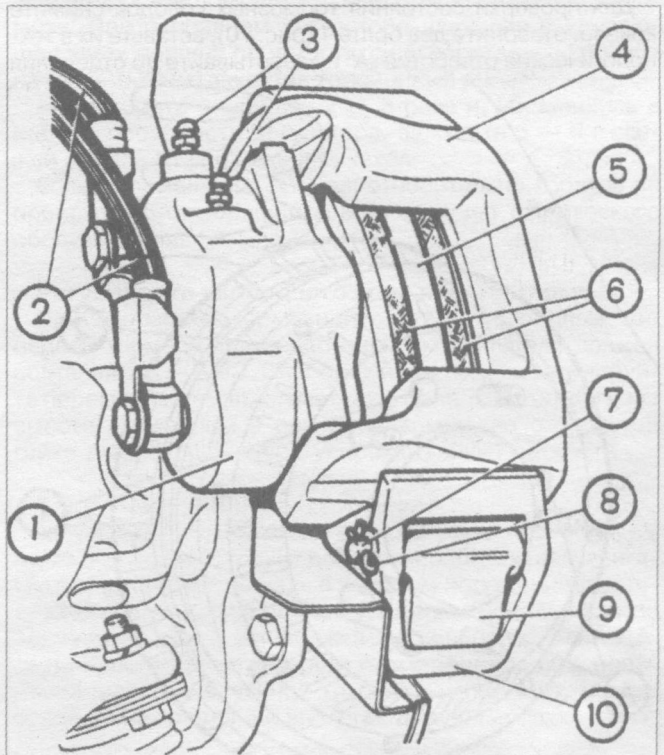
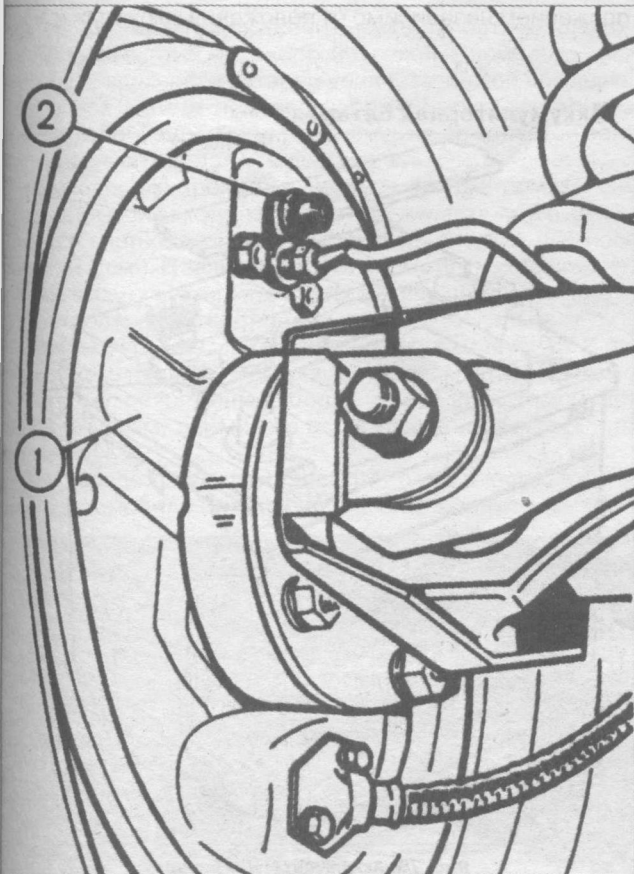

Рис. 69. Передний тормоз:
Рис. 72. Вид на тормозной щит со стороны заднего моста:
Обслуживание передних тормозов заключается в периодической проверке состояния колодок 6 (рис. 69). Для снятия колодок выньте в верхней части тормоза
2. Снимите защитные колпачки со штуцеров 3 (рис. 69) и 2 (рис. 72). Очистите штуцеры от пыли и грязи.